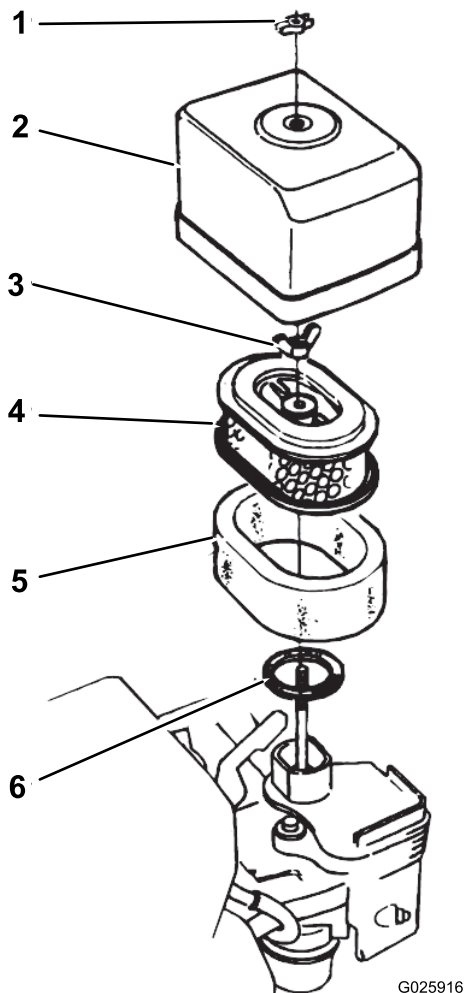

Figura 32
- Retire la tuerca de orejeta que sujeta la tapa del limpiador de aire al limpiador de aire, y retire la tapa (Figura 32).
- Retire la tuerca de orejeta del filtro de aire, y retire el filtro (Figura 32).
- Retire el filtro de gomaespuma del filtro de papel (Figura 32).